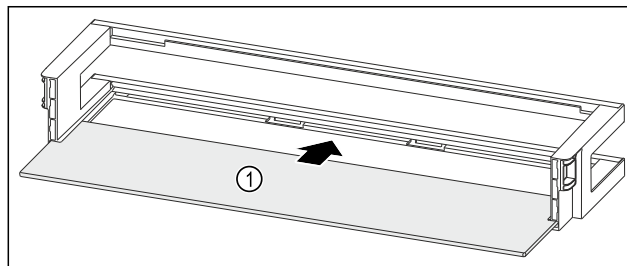

Fig. 94 Dveřní přihrádka s odkládací plochou
- Odkládací plochu Fig. 94 (1) zasuňte do bočních vybrání.